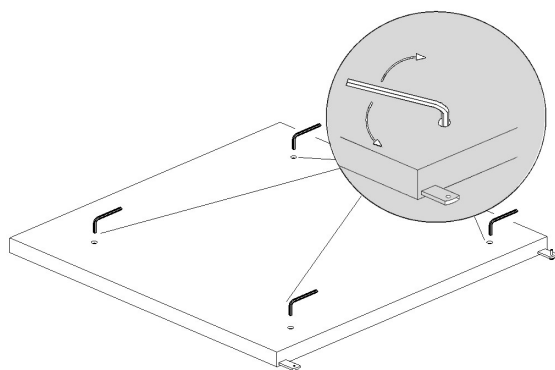

Abb. 2
- Stellen Sie das **Bodenpaneel** auf dem Boden. Berücksichtigen, dass das Gerät rückwärts leicht geneigt bleiben soll, um den Verschluss der Türen zu erleichtern und einen guten Betrieb zu versichern. Die kleinen Höhenunterschiede können durch die Einstellung der Füße (Abb.2) ausgeglichen werden;